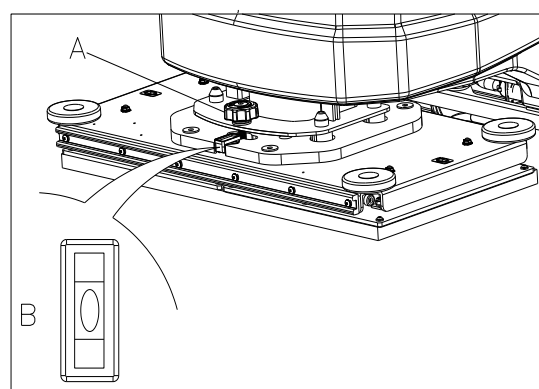

Figure 14
1. Mettre la clé de contact (42) et la tourner sur « I ». Abaisser le plateau de brosse/support de disque (25) en pressant le bouton unique de démarrage (49)
2. Régler le niveau du plateau orbital en réglant la poignée (A, Figure 14) de façon que la bulle soit au centre (B, Figure 14).